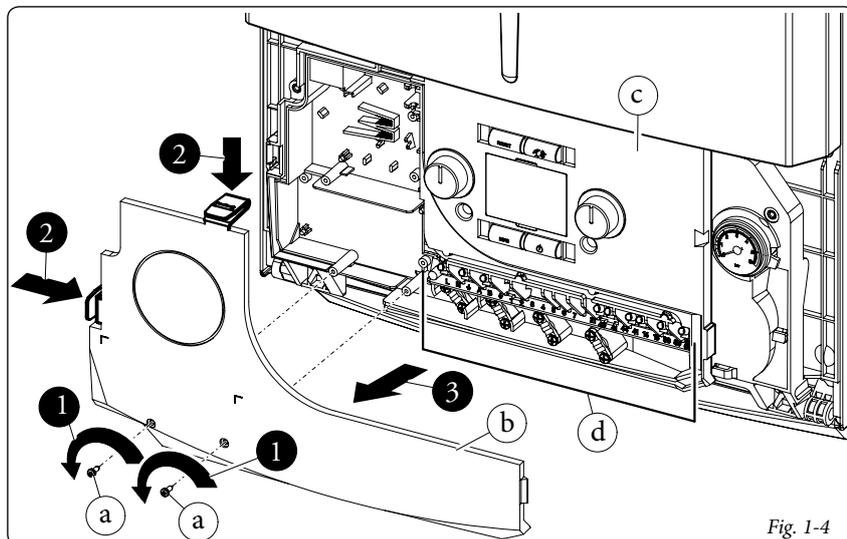

Fig. 1-4
• Apertura vano allacciamenti cruscotto (Fig. 1-4).
- Smontare il coperchio (b fig. 1-4).